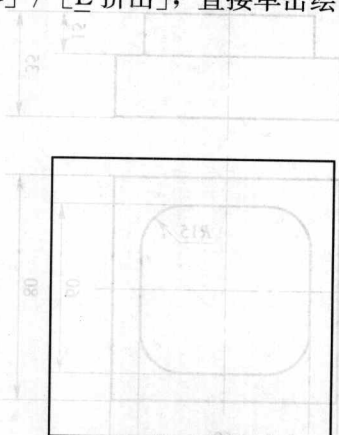

图 1—17 绘制 80mm×80mm 矩形
3) 单击主菜单中的 [执行], 此时绘图区显示如图 1—19 所示, 其挤出方向向下, 单击